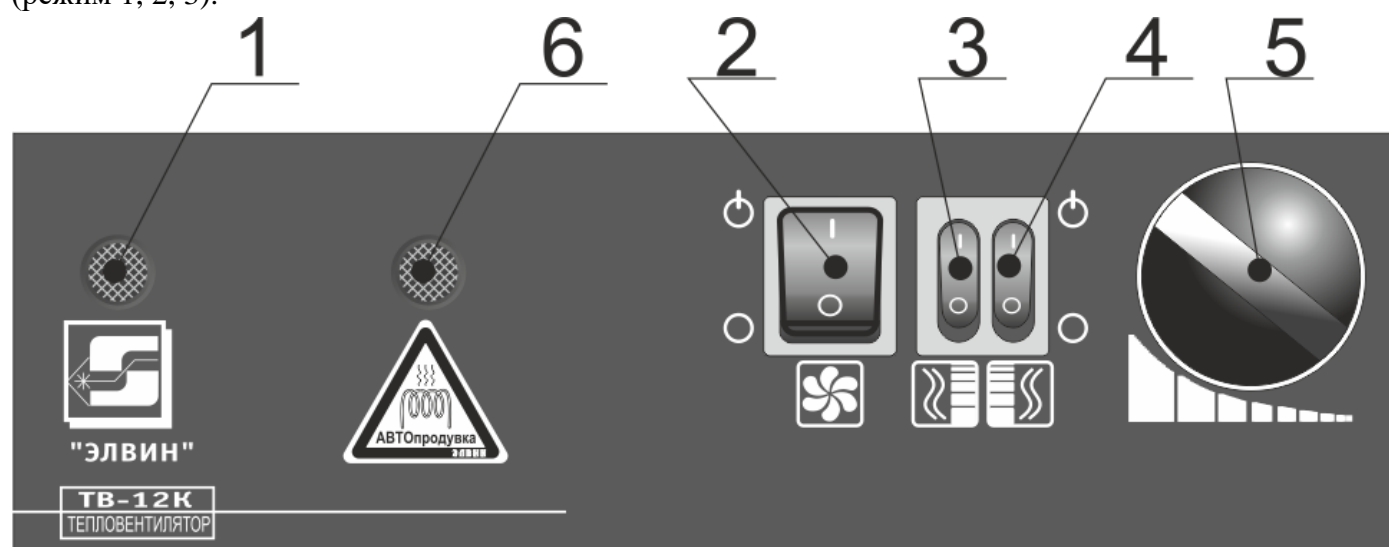

Рис. 2. Панель управления
*Примечание: Сочетание клавиш 3 и 4 (см. рис.2) (режим 1 совместно с режимом 2).
6.2. Установить клавишу (см. рис.2) включения вентилятора (2) в положение «○». Ручку терморегулятора (5) повернуть в крайнее против часовой стрелки положение.
Установить клавишу (2) включения вентилятора (см.рис.2) в положение «I», при этом начинает работать вентилятор и загорается подсветка клавиши.
В случае ненормальной работы тепловентилятора встроенный в схему термоограничитель с самовозвратом отключает нагревательные элементы и электродвигатель, при этом загорится сигнальная лампочка включения защиты (1) (см. рис.2).